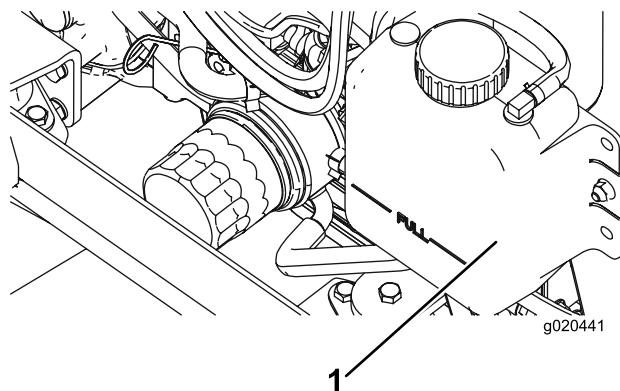

Figure 76
- Retirez le bouchon du radiateur et le bouchon du vase d'expansion avec précaution (Figure 76).